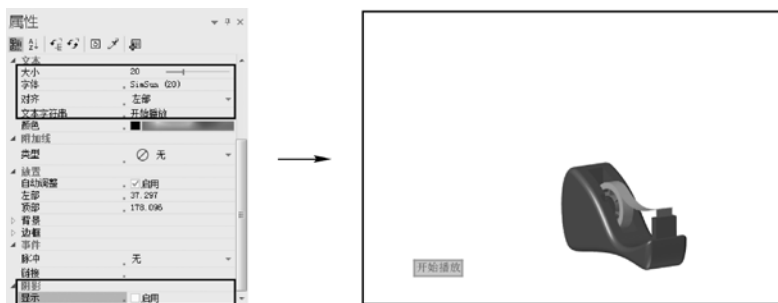

图 8-79 添加 2D 文本
STEP 3 将当前帧置于 0s 位置，单击“作者”选项卡“2D 文本”按钮，在视口中单击，添加一个“2D 文本”，在左侧属性窗格中，修改所添加 2D 文本的字号为“20”号，文字内容为“开始播放”，并取消阴影的显示，如图 8-79 所示。